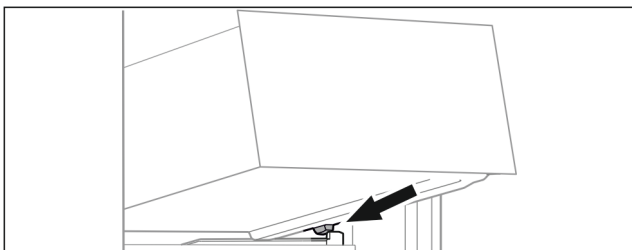

Fig. 69
- ▶ Наклоняя вниз, установите выдвижной ящик за стопоры на контейнерное ребро. (см. Fig. 69)